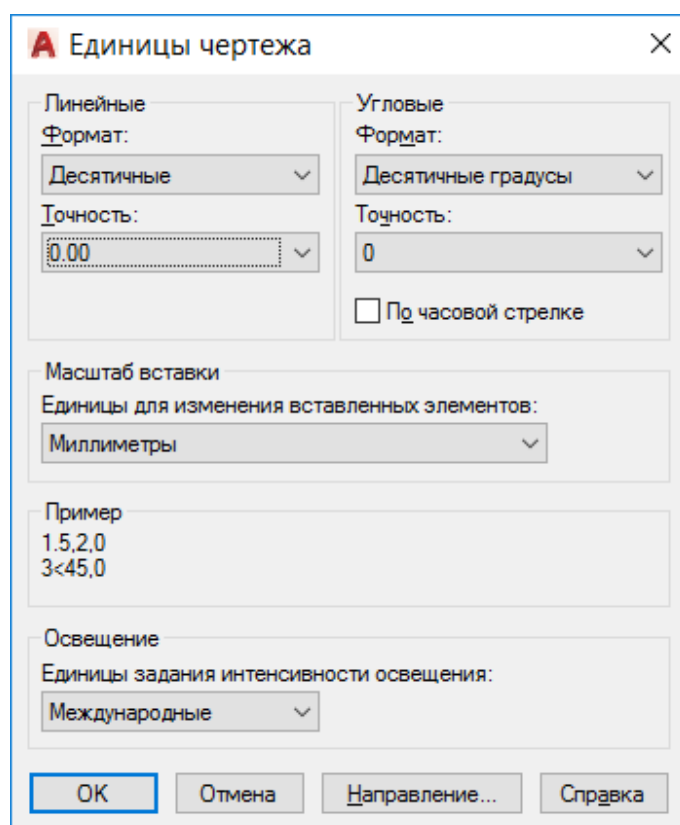

Рис. 1.2
2. В диалоговом окне «Единицы чертежа» (рис.1.2):